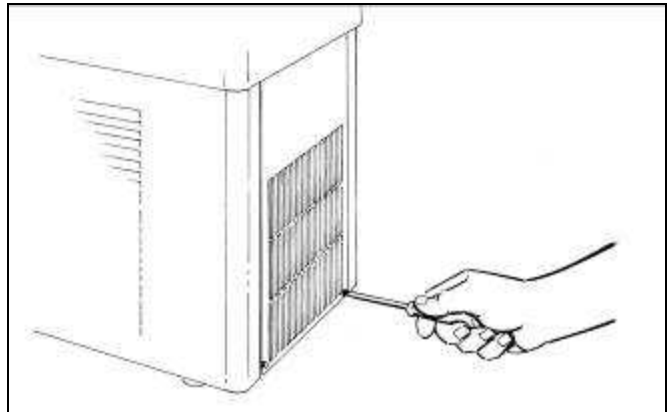

Abb. 27
- SP: Lösen Sie die zwei Befestigungsschrauben unten an der Geräterückseite und nehmen Sie die Verkleidung ab (Abb. 27).